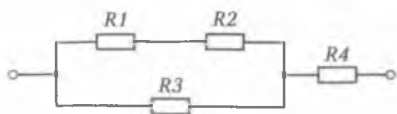

Рис. 2.8. Смешанное соединение резисторов
**Смешанное соединение резисторов.** Если в электрической цепи резисторы, соединенные параллельно между собой, включены последовательно с другими резисторами, то такое соединение их называется **смешанным** (рис. 2.8).
При смешанном соединении резисторов определение общего, или эквивалентного, сопротивления  $R_{\text{экв}}$  электрической цепи производится поэтапно. Например, для схемы рис. 2.8 сначала определяется сопротивление  $R_{12}$  последовательно включенных резисторов  $R1$  и  $R2$ , затем эквивалентное сопротивление  $R_{123}$ , параллельно соединенных резисторов с сопротивлениями  $R_{12}$  и  $R_3$ , а далее — эквивалентное сопротивление всей цепи  $R_{\text{экв}}$ :